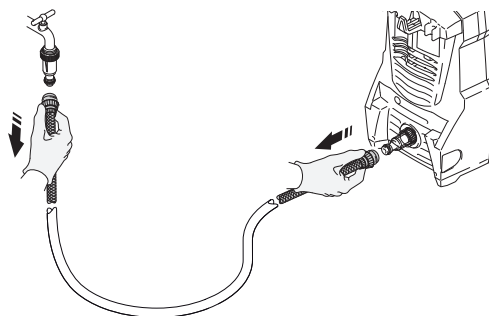

Fig. 23
7. Desconecte la manguera del suministro de agua. (Fig. 23)